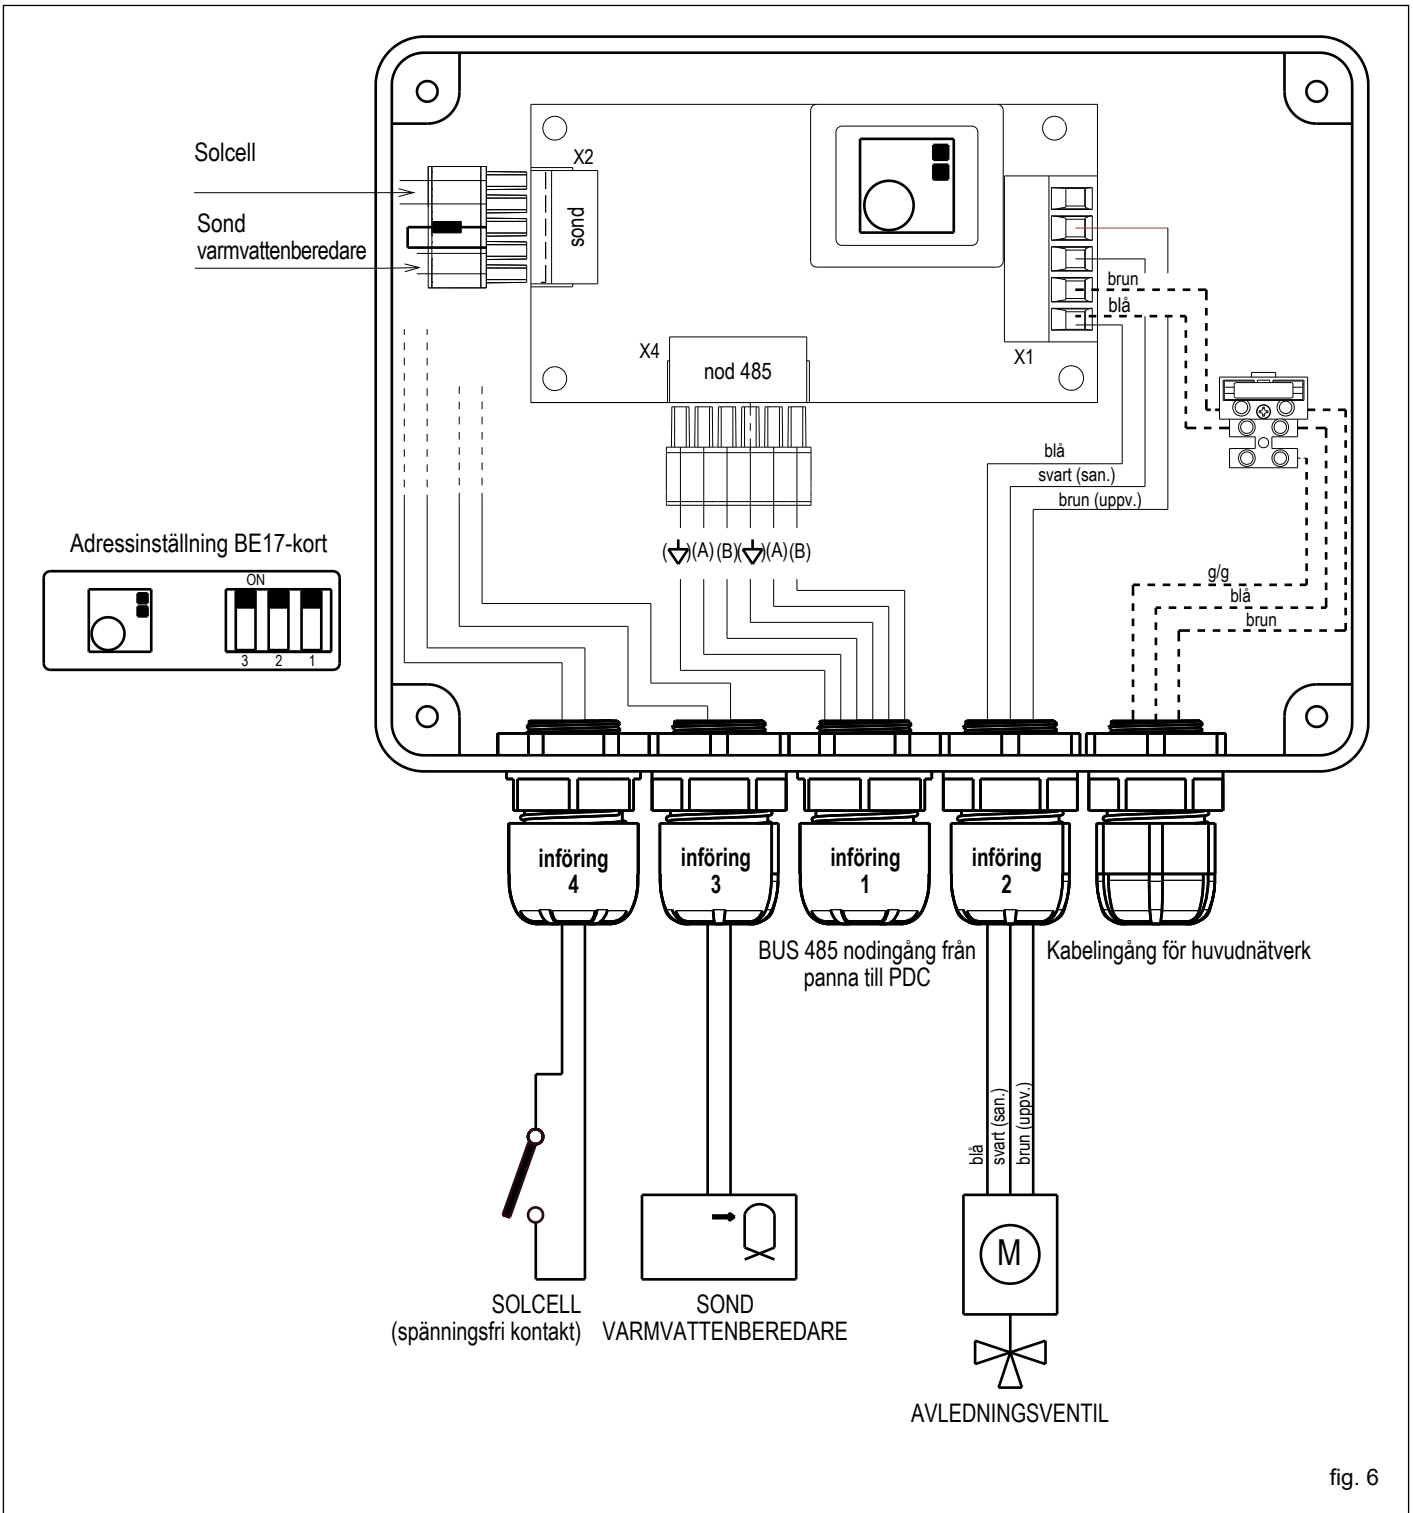

fig. 6
- Sätt i skruvarna i de två förborrade hålen (A) som visas i figuren.
- ⚠ För anslutningar, se kopplingsschema (fig. 6).
- Anslut BUSS-kablar för systemkommunikation till 6-polig kontakten X4 för kretskortet BE17 (L_{max} = 30m) enligt kopplingsschemat efter att de har satts in i **kabelgenomföringen 1** (fig. 6).
- Anslut det medföljande anslutningskablarna för blandningsventilen till den 5-poliga X1-kontakten efter att ha satt in den i **kabelgenomföringen 2** (fig. 6).
- Anslut den medföljande sondkabeln till den 5-poliga kontakten **X2** efter att ha satt in den i **kabelgenomföringen 3** (se kopplingsschemat (fig. 6)).
- anslut de två ledningarna från solcellsystemet (spänningsfri kontakt) till den 5-poliga kontakten **X2** enligt kopplingsschemat (fig. 6) efter att ha satt in den i **kabelgenomföringen 4**.